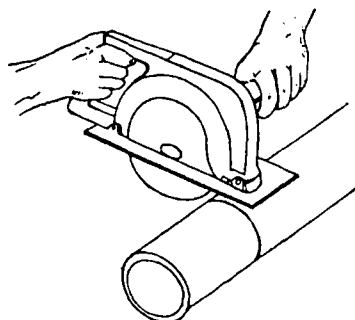

FIG. 3
5.º Passo – Apoie a mesa da máquina sobre o tubo com firmeza (fig. 3).